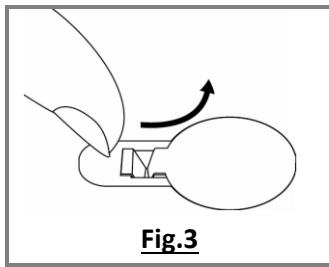

Fig.3
- b. Retirez le couvercle du compartiment de la pile en tirant la languette en plastique (**fig.3**).